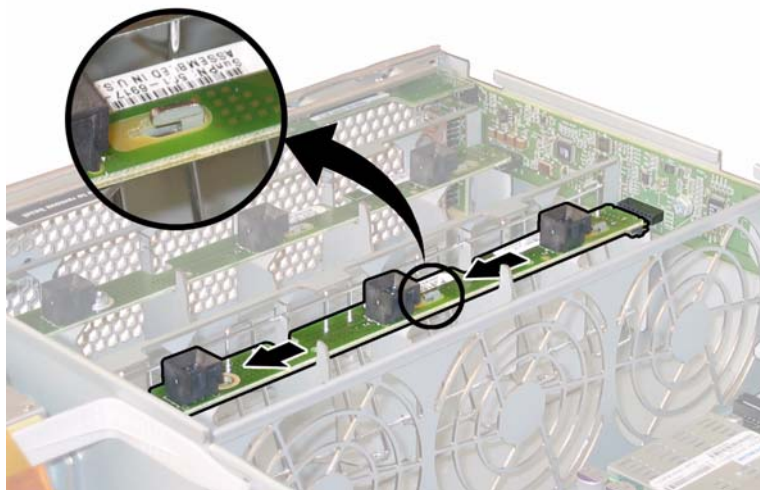

図 4-20 ファンコネクタ基板の取り外し
6. ファンコネクタ基板をシャーシ中央に向かってスライドさせ、前面 I/O ボードから外し、シャーシにある 2 つの固定タブから取り外します。図 4-20 を参照してください。